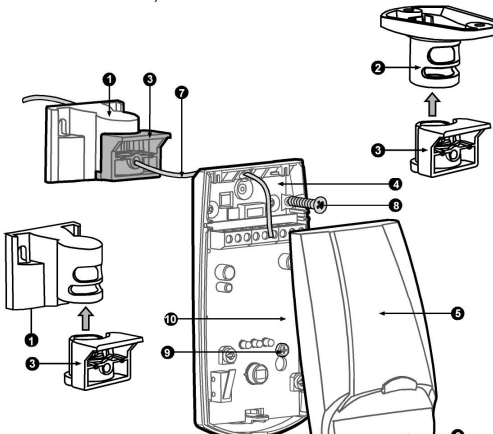

Fig 2 Detector Installation
1. Remove the front cover by unscrewing the holding screw (Fig. 2-11) and gently raise the front cover. (Fig. 2 -5)
2. Remove the PC board by unscrewing the holding screw located on the board.(Fig.2 - 9)
1. Retirar la cobertura de enfrente por medio de destornillar los tornillos que sostienen el dispositivo (Fig. 2-11) y con cuidado levante la cobertura de enfrente. (Fig. 2 -5).
2. Retire el tablero PC por medio de destornillar los tornillos que lo sostienen situados en el tablero (Fig. 2 - 9)
2. Enlevez la carte en dévissant la vis qui l'affixe. (Fig 2 - 9)